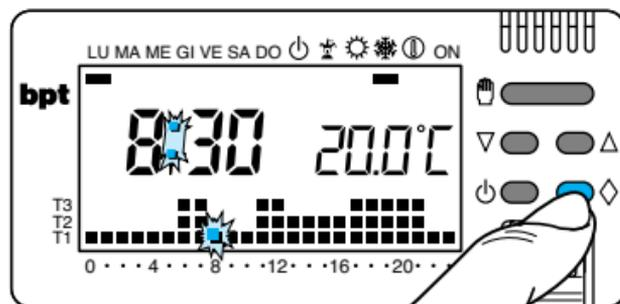

Fig. 42
9.4 -Per uscire dal programma JOLLY e riportare l'apparecchio in funzionamento AUTOMATICO premere nuovamente il pulsante \diamond (fig. 42).